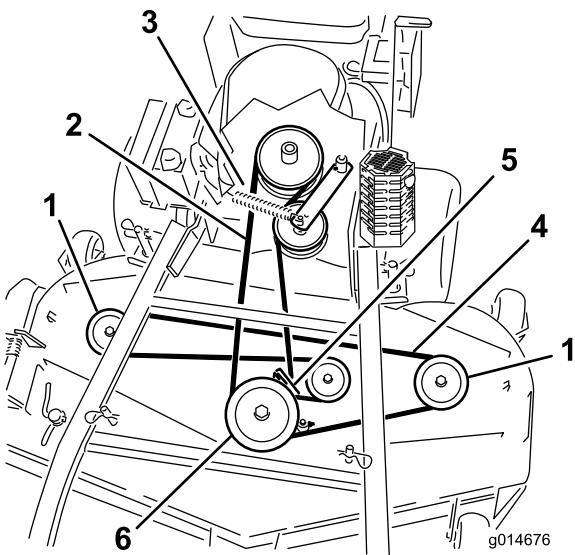
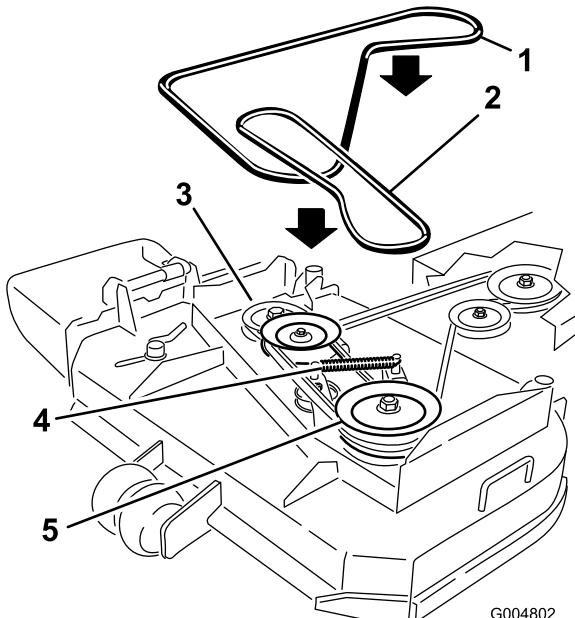

Figura 50
Figura 51
6. Desconecte el muelle del brazo de la polea tensora para aliviar la tensión de dicho brazo y de la polea tensora; retire la correa del cortacésped desgastada (Figura 50 o Figura 51).
7. Instale la nueva correa del cortacésped alrededor de las dos poleas exteriores de los ejes, la polea tensora y en la ranura inferior de la polea doble de los ejes (Figura 50 o Figura 51).
8. Conecte el muelle del brazo de la polea tensora (Figura 50 o Figura 51).
10. Ajuste la guía a 3 mm (1/8 pulg.) de la correa (Figura 50 o Figura 51).